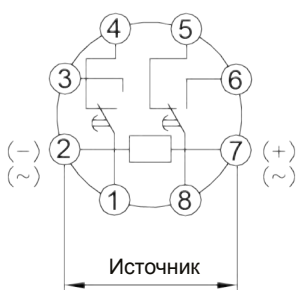

Рис. 5. Схема проводных соединений JSZ3A
5.2 Тип проводных соединений: см. рис. 5–24.